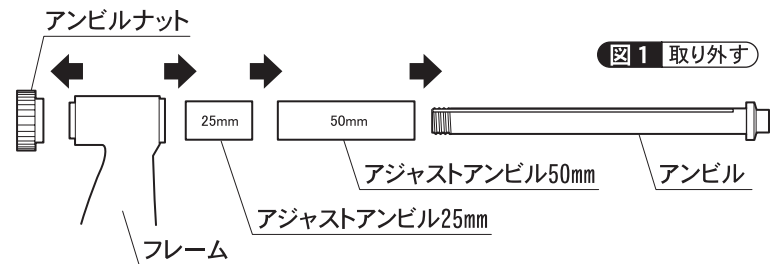

図1 取り外す
- ①アンビルナットを回して、アンビルから取り外して下さい。
- ②アンビル、アジャストアンビルを、フレームから外して下さい。 **図1**